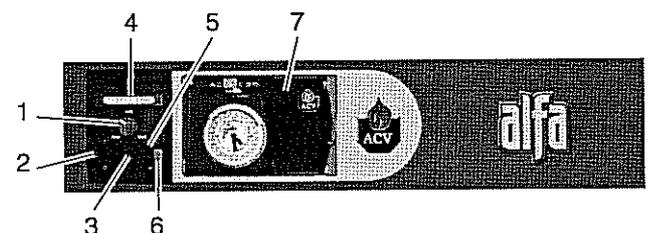

Fig. 16: Tableau de commande
5.3.7 TABLEAU DE COMMANDE (FIG. 16)